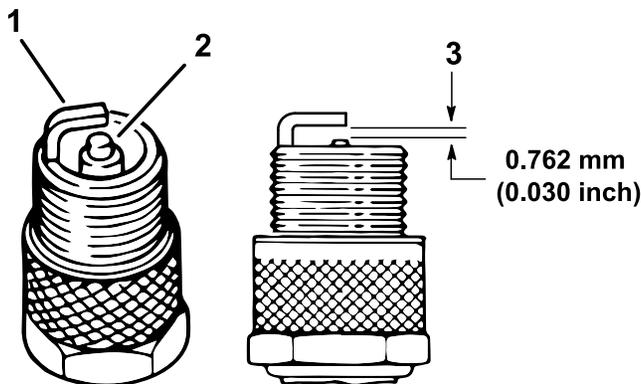

図 34
4. 電極 (側面と中央) と碍子の状態を点検する(図 34)。
5. 図 34のように、電極間のエアギャップを 0.762 mm に調整する。